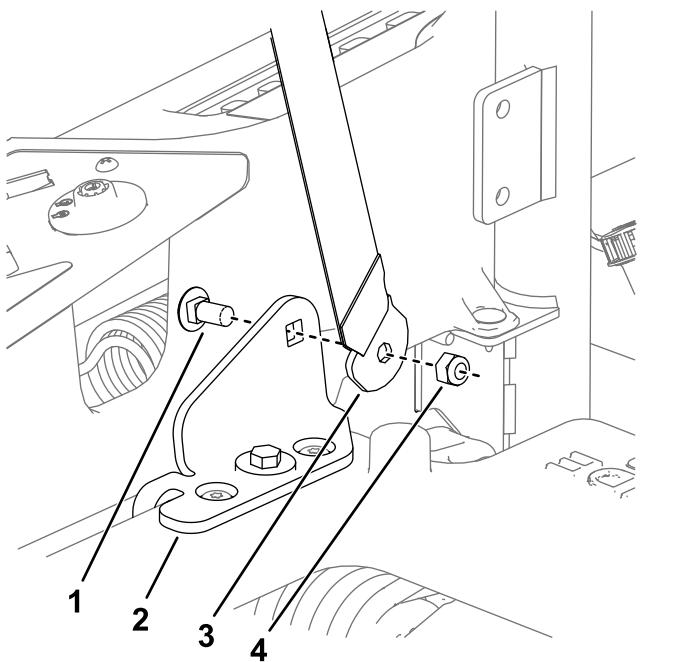

Figura 11
5. Montate la fibbia e il timone della cintura di sicurezza all'interno delle relative staffe con 2 viti a testa tonda (7/16" x 1") e 2 dadi di bloccaggio (7/16"), come illustrato nella Figura 11.